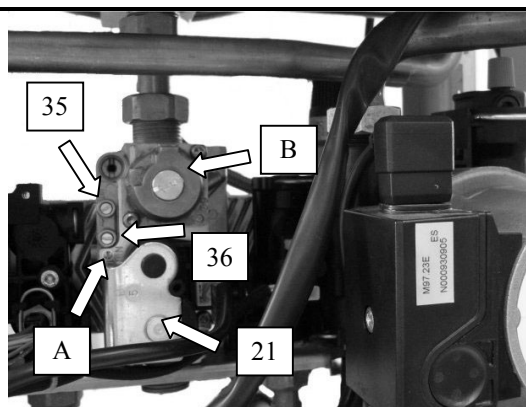

Fig. 6.7
- 2 Open the gas valve inlet pressure test point (36 in Fig. 6.7) at the valve input, connect a suitable pressure gauge, check the gas pressure of the supply network and compare the value on the gauge with the value indicated in the sections 4.4(gas supply pressures).
- 2 Откройте клапан для проверки давления газа (36 на рис. 6.7), подключите соответствующий измерительный прибор, измерьте давление газа в сети и сравните его показания со значением, указанным в разделе 4.4(давление газа в сети).
- 4 Loosen the internal screw 35(Fig. 6.7) on the Outlet Pressure Test Point of the Gas Valve and connect a pressure gauge using a suitable hose.
- 4 Ослабьте внутренние болты 35 (рис.6.7) на выходной контрольной точке газового клапана и подсоедините датчик давления, используя подходящий шланг.
- 11 Compare the value on the gauge with the values on the following table (Tab. 6.1). To adjust the minimum pressure rotate the minimum adjustment A (Fig. 6.7)
- 11 Сравнить показания манометра со значениями в таблице (Таблица 6.1). Для регулировки минимального значения давления повернуть регулятор настройки до минимального значения А (рис.6.7)
- 15 Remove cap screw B from maximum pressure regulator. (fig. 6.7)
16 Снять винт с головкой В с регулятора максимального давления (Рис.6.7).
- 16 Compare the value on the gauge with the values on the following table (tab. 6.2). To adjust the maximum pressure rotate the maximum adjustment screw B (fig. 6.7).
17 Сравнить значение манометра со значениями следующей таблицы (Таблица 6.2). Для регулировки максимального давления повернуть винт максимальной регулировки В (Рис.6.7).